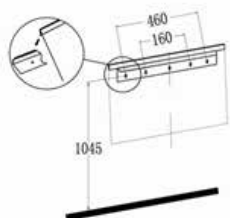

Fig. 4
- Markeer, voor een optimaal zicht, de posities van de bovenste vier bevestigingsschroeven op de muur, overeenkomstig de aanbevolen bevestigingsafmetingen - zie afb. 4.
- Til de kachel voorzichtig op en zorg ervoor dat de bovenste rand achteraan van de kachel in de lange muurbeugel klikt (zie afb. 4 in de cirkel) en zich in het midden bevindt.